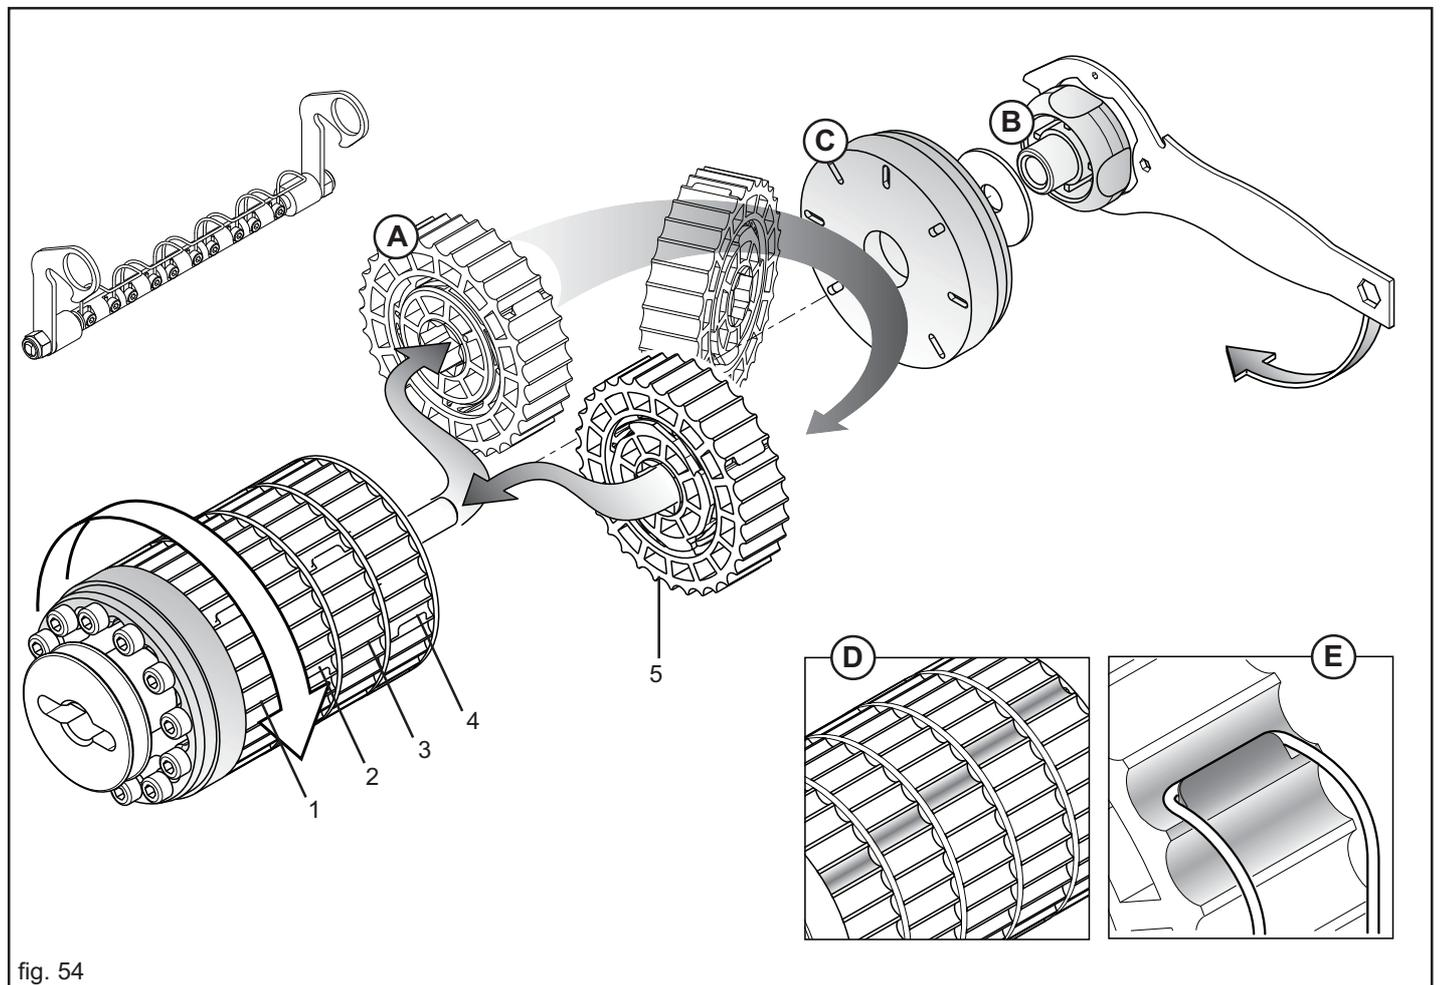

fig. 54
Vorausgesetzt, dass jedes Element (A, Abb. 54) 20% der gesamten Dosierrolle verteilt, können die arbeitenden Elemente erhöht werden, um die Drehgeschwindigkeit des Getriebes zu reduzieren und um dadurch eine gleichmäßigere Produktstreuung zu erhalten.
Nach dem Abbau der Dosierrolle von dem Gerät ist der Kugelgriff (B, Abb. 54) mit dem beigestellten Schraubenschlüssel abzuschrauben und dann ist die Feststellnutmutter (C) zu entfernen. Das ausgeschlossene Element oder die ausgeschlossenen Elemente abziehen und um 180° gedreht wieder anbringen, wobei die korrekte Position der einzelnen Elemente einzuhalten ist (1-2-3-4-5, Abb. 54).
Beim Anbringen der Elemente ist derart vorzugehen, dass die Kehlen der aktiven Elemente bei der Arbeit zueinander verschoben sind (D, Abb. 54), um eine kontinuierliche Streuung zu gewährleisten.
Das Reinigungselement in der Arbeitsposition festspannen und sicherstellen, dass die Federn an den entsprechenden, auszuschließenden Elementen (E, Abb. 54) befestigt sind, um deren Drehung und folglich die Streuung zu verhindern.